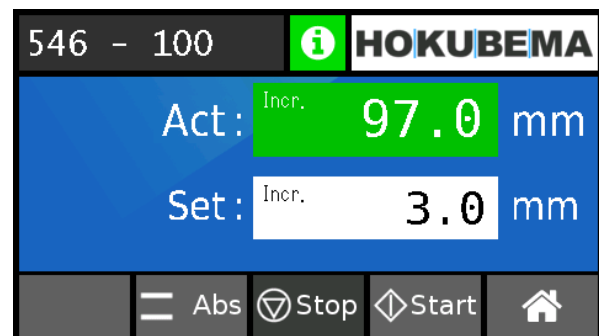

Figure 54 : mesure incrémentale atteinte
- Le champ « **Act** : » passe au vert dès que la position cible « **Set** : » est atteinte (⇒ Figure 54).